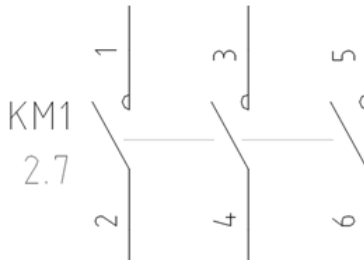

Рисунок 5.8 - Позначення виводів контактів магнітного пускача
19. Виконайте аналогічну процедуру для пов'язаних штриховий лінією контактів магнітного пускача **КМ1**, призначте номери вільних висновків **3, 4 і 5, 6** (рис. 5.8). Якщо під розміщеними контактів якого створилися перехресні посилання, їх можна додати командою **Перекрестная ссылка компонента** вкладка **Схема** панель **Редактировать компоненты**.